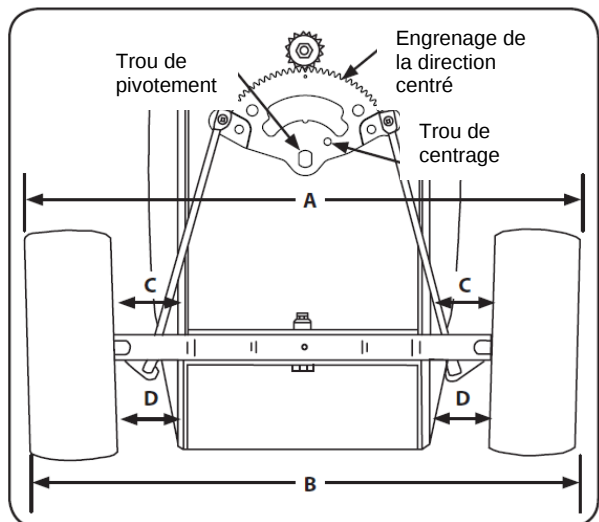

Figure 6-12
Les roues avant doivent être pincées à environ 1/8" à 1/4", telles que mesurées à travers les dimensions A et B. Consultez la Fig. 6-12.
Pour ajuster le pincement de la roue avant, procédez comme suit : Vérifiez l'engrenage de direction afin de vous assurer qu'il soit dans la position centrée. Le trou de l'engrenage du segment de direction s'alignera avec le trou dans le boîtier de direction (Consultez la Fig. 6-12).
3. Mesurez la distance entre les bords inférieurs des voies du cadre du tracteur et les marques sur le devant de chaque roue (Consultez la mesure D de la Fig. 6-12). Ces deux mesures doivent être égales.
4. Mesurez la distance entre le cadre et les marques à l'arrière de chaque roue avant (Consultez la mesure C à la Fig. 6-12). La mesure D devrait être approximativement de 1/16 à 1/8 pouce inférieur à la mesure C de chaque côté du tracteur.